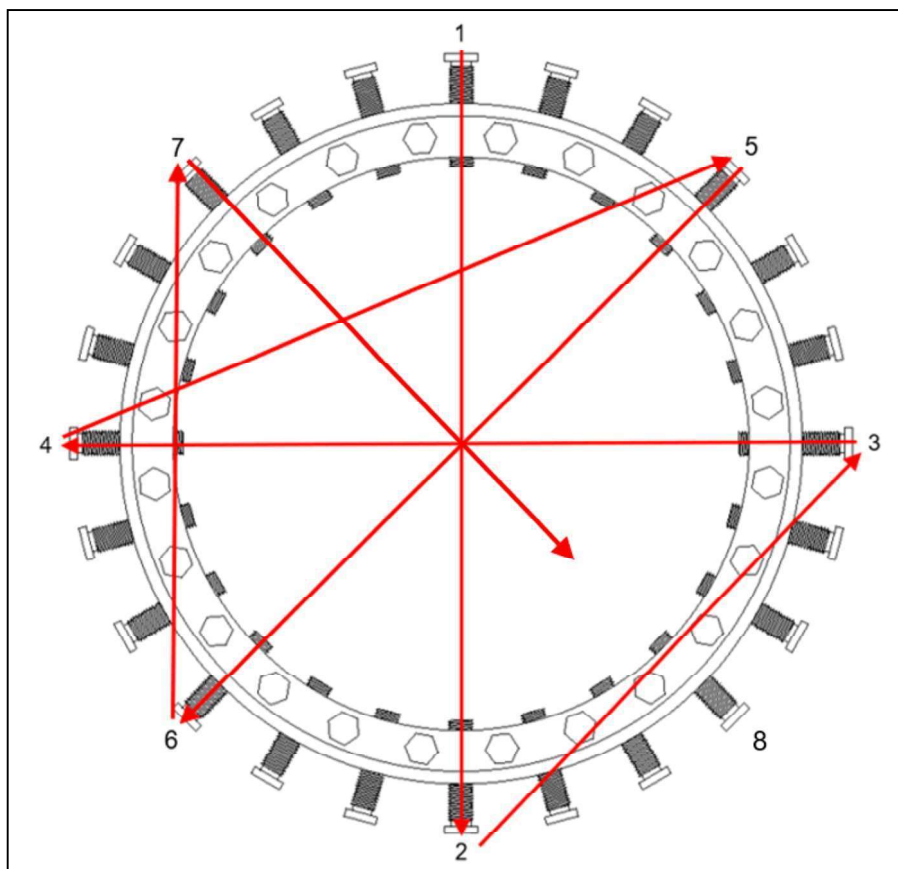

Figura 3
- Los tornillos de sujeción deben apretarse de manera uniforme, mientras se mantiene un espacio igual entre el tubo y el accesorio. Apriete los tornillos de sujeción uno a la vez en una secuencia repetida que coincida con la Figura 3. La primera vez a través de la secuencia, apriete los tornillos